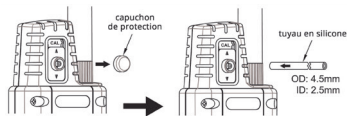

Figure 2
3. Raccordez la tubulure en silicone à l'entrée d'étalonnage du capteur comme indiqué à la figure 2.